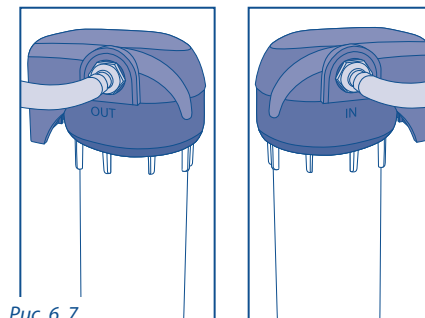

Рис. 6, 7
13. При подключении соблюдайте направление подачи воды в водоочиститель в соответствии с надписями на крышке изделия: IN – вход; OUT – выход очищенной воды (рис. 6, 7).